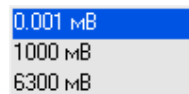

Рисунок 5.4
**Опорное значение для вычисления дБ** – опорное значение (нулевой уровень) для вычисления децибел. При нажатии правой кнопкой «мыши» в данном столбце необходимого канала измерения появляется подменю со списком доступных значений (рисунок 5.4). В зависимости от выбранной в соответствующем столбце единицы измерения значения опорного уровня различны.